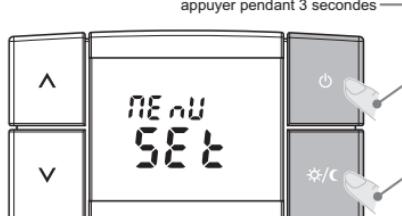

fig. 20
- Appuyer sur les touches **∅** et ***/C** pendant 3 secondes (fig. 20).
- L'écran affichera pendant quelques secondes l'inscription **MEnU** **SEt** (fig. 20).